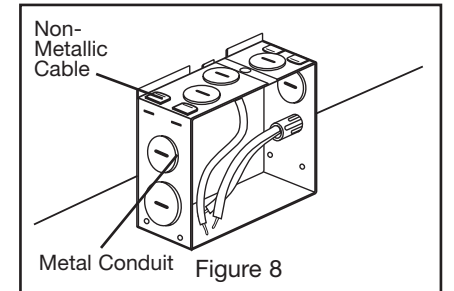

Figure 8
**Step 2.** Remove wiring box cover. Remove the appropriate knock-out(s) to accommodate the type of electrical service to be used/allowed by your local electrical code (Fig. 8):
**Paso 2.** Quite la cubierta de la caja de conexiones. Quite el agujero o agujeros ciegos redondos apropiados para aceptar el tipo de cables eléctricos que se van a usar y que están permitidos por el código eléctrico de su localidad (fig. 8):